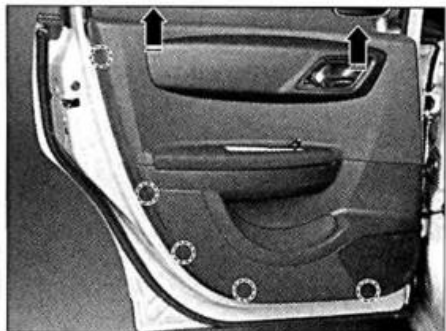

FIG. 51
- Desengrapar el guarnecido de puerta en los lugares indicados (fig. 51).